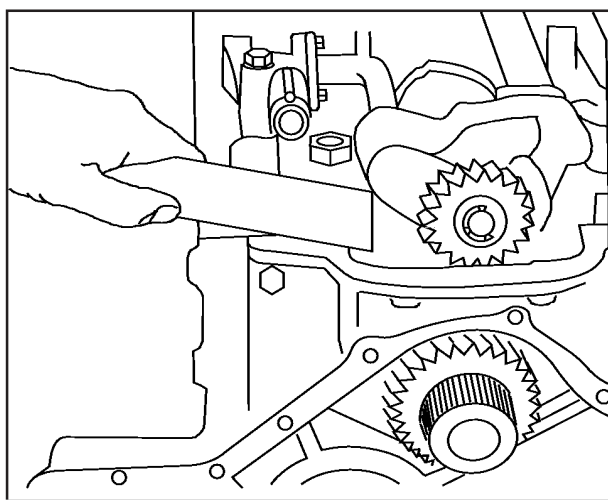

FIG 14
7. Com uma régua de aço alinhe a face inferior do bloco com a da carcaça, **Fig. 14** e aperte todos os parafusos da carcaça ao bloco e do cárter à carcaça alternadamente a um Torque de 16 - 20 Nm (1,6 - 2,0 kgf. m) (12- 15lbf.pé).